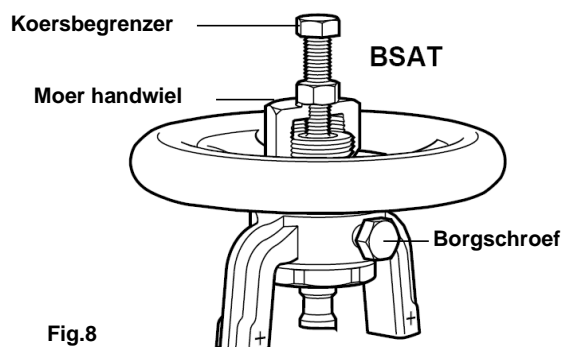

Fig.8
4. De BSAT afsluiters zijn voorzien van een regelconus voor het behouden van de controle bij het openen van de afsluiter. Het aantal rotaties van het handwiel bepaalt het debiet door de afsluiter. Span de borgschroef en koersbegrenzer aan eens het correcte debiet is ingesteld (zie fig. 8). Dit minimaliseert elke vibratie. De relatie tussen klepopening en rotaties van het handwiel voor elke maat van afsluiter is terug te vinden in de volgende tabel.